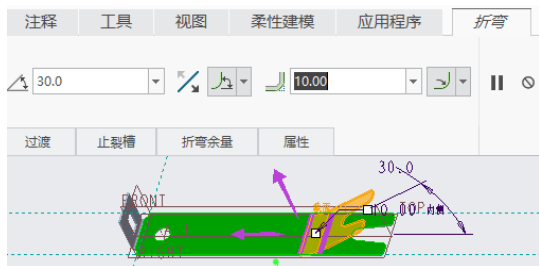

图 5-62 设置折弯方向、折弯角度、半径等
- (7) 在 (折弯角度) 框中输入折弯角度为“30°”, 单击 (更改折弯方向) 按钮以获得所需的折弯方向, 选择 (测量自直线开始的折弯角度偏转) 图标选项, 在 (折弯半径) 值框中输入折弯半径为“10”, 确保选择 (标注折弯的内部曲面) 图标选项, 如图 5-62 所示。